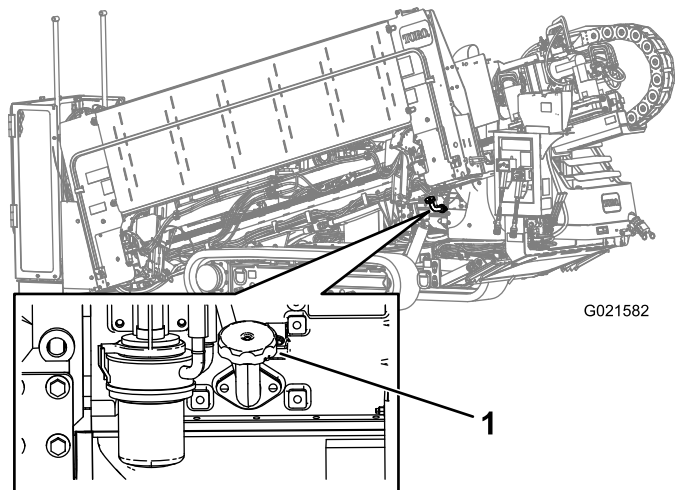

Figure 85
- A. Retirez le bouchon de remplissage (Figure 85) et faites l'appoint d'huile jusqu'à ce que le niveau atteigne le repère supérieur. **Ne remplissez pas excessivement.**